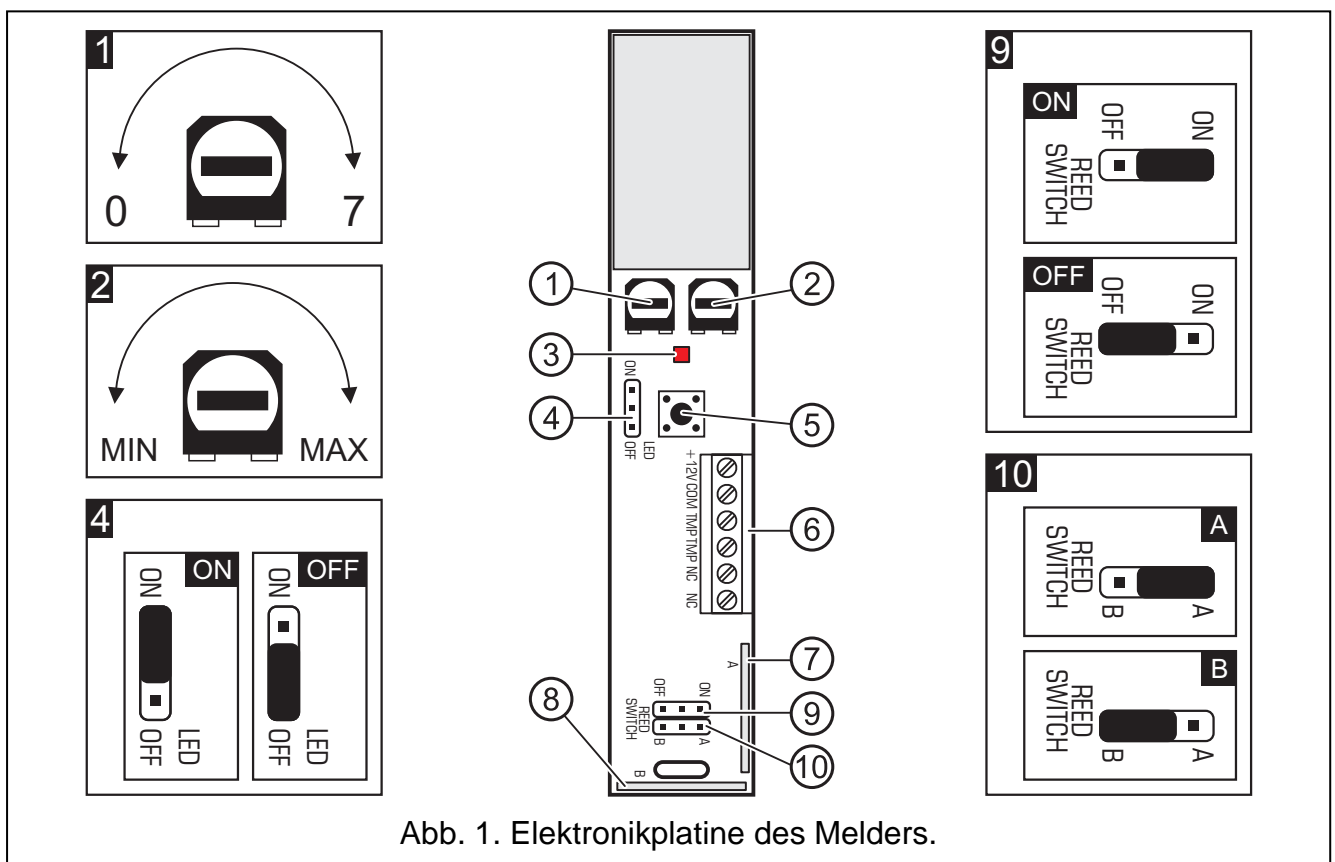

Abb. 1. Elektronikplatine des Melder.
Erläuterung zur Abbildung 1:
2. Parameter des Erschütterungsmelders (Potenziometer gekennzeichnet auf der Abb. 1 mit den Ziffern 1 und 2) und des Magnetkontaktes (Pins gekennzeichnet auf der Abb. 1 mit den Ziffern 9 und 10) bestimmen.